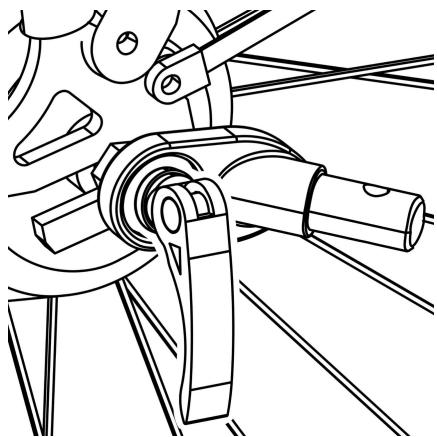

Figure 11
**à dégagement rapide** : retirez le système de dégagement rapide du côté gauche de l'essieu arrière du vélo. Installez l'attelage entre le système de fixation rapide et le cadre. Serrez le système de fixation rapide en suivant le manuel du fabricant du vélo. L'attelage peut rester sur le vélo lorsque la remorque est retirée ( Figure 11 ).